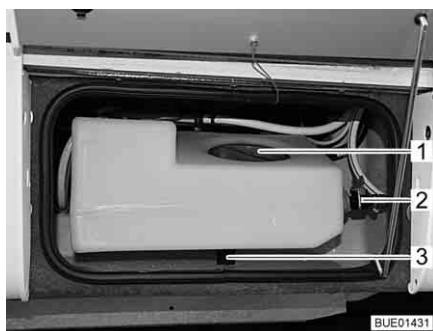
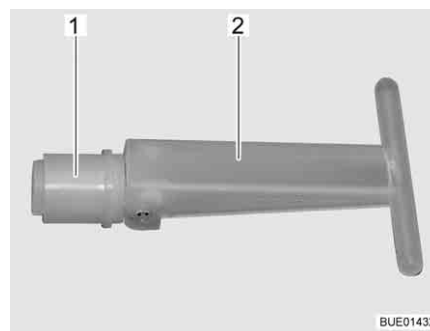

Bild 203 Extra vattentank
Bild 204 Propp
När tömningsventilen (Bild 203,2) är öppen, är extra vattentankens volym begränsad till ca 30 l; överflödigt vatten rinner ut. När tömningsventilen är stängd är hela tankvolymen tillgänglig.
När proppen (Bild 204,1) invändigt i extra vattentanken dras ur, rinner vattnet ut genom utloppet (Bild 203,3). Proppen är åtkomlig via serviceöppningen (Bild 203,1).
- Säkerställ att proppen (Bild 204,1) i extra vattentanken är stängd (handtaget (Bild 204,2) är nedfällt).
- Säkerställ att tömningsventilen (Bild 203,2) är stängd.
- Öppna serviceöppningen (Bild 203,1) i extra vattentanken.
- Ställ handtaget (Bild 204,2) på proppen (Bild 204,1) vertikalt genom serviceöppningen och dra ut proppen.
- Öppna tömningsventilen (Bild 203,2) på extra vattentanken.